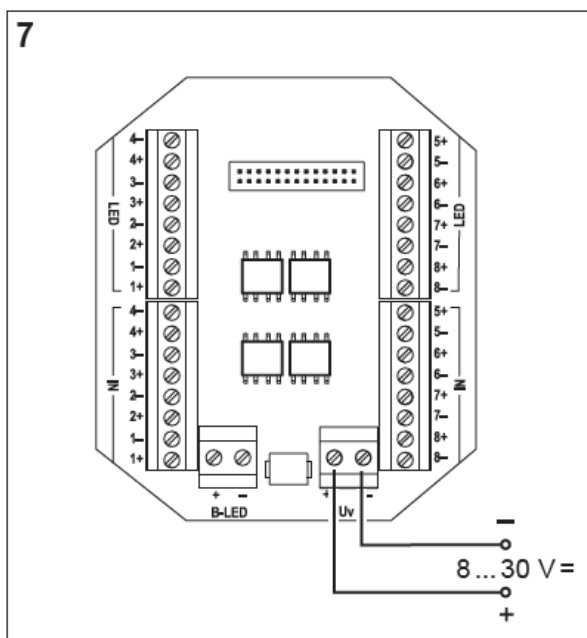

Bild 7
- Leitung + von der Spannungsversorgung in die Klemme + der Anschlussklemmen **Uv** am Adapter führen (Bild 7) und Schraubklemme anziehen.
- Leitung – von der Spannungsversorgung in die Klemme – der Anschlussklemmen **Uv** am Adapter führen (Bild 7) und Schraubklemme anziehen.